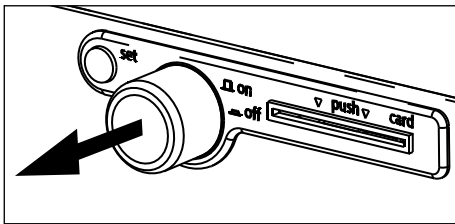

Abb. 16 Brutschrank einschalten
- ▶ Einschalten: Hauptschalter drücken, so dass er aus dem Gerät kommt (Abb. 16).
2. Gerät einschalten. Dazu den Drück-Dreh-Geber an der Bedienoberfläche drücken, so dass er aus dem Gerät kommt (siehe Abb. 16 auf Seite 26).